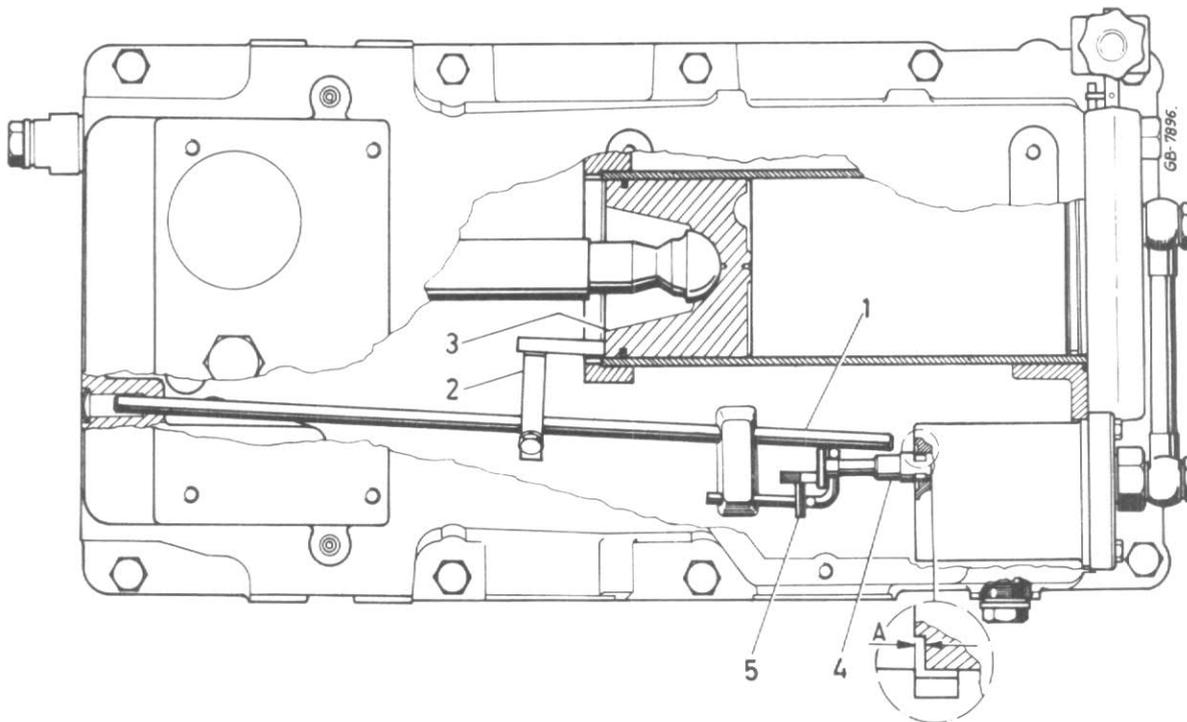
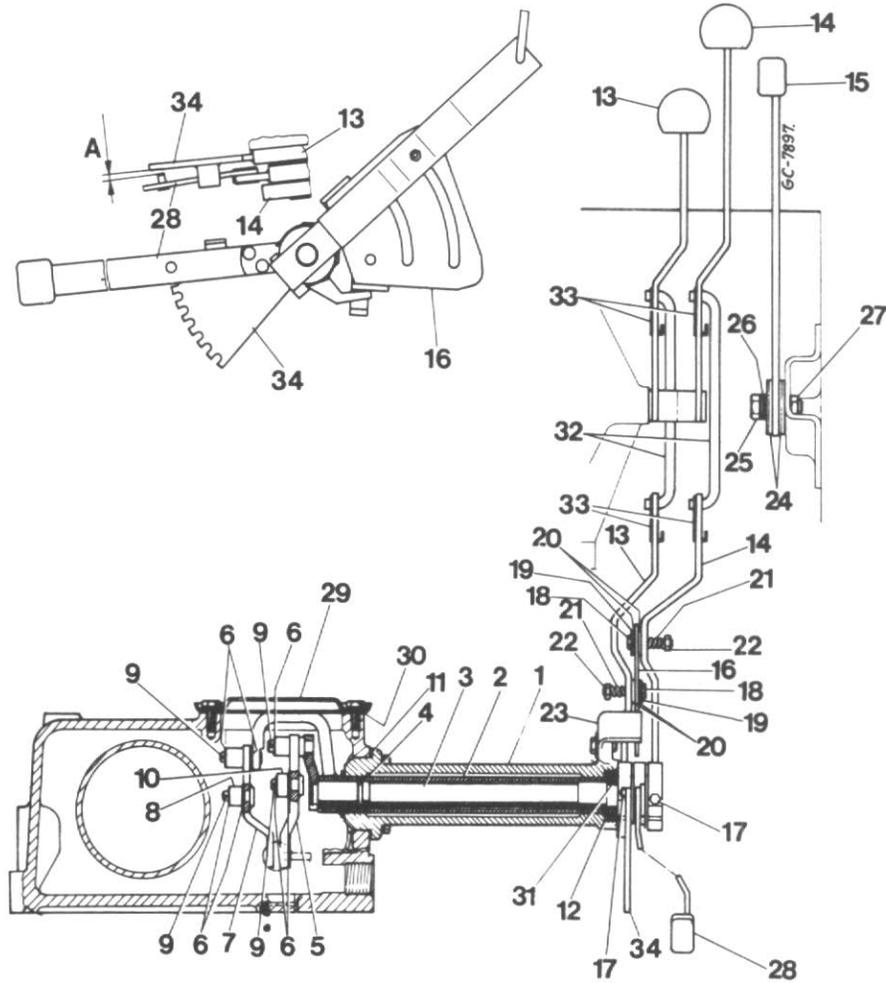
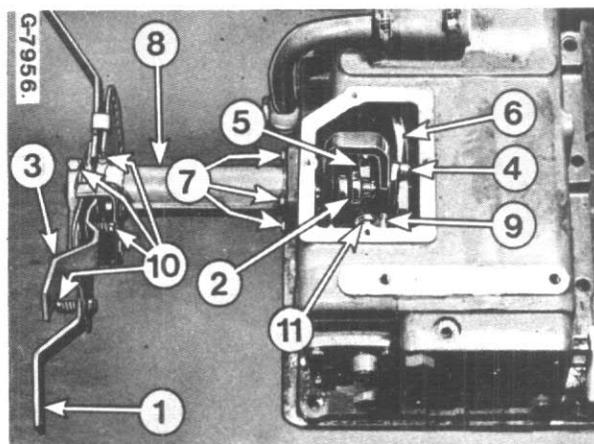

Fig. 55
Fig. 56
Fig. 58
Poussez le piston (3, Fig. 55) vers l'intérieur en position de relevage maximum.
Nettoyez le tube et l'arbre (2 et 3, Fig. 56) et installez-les dans le support de commande (1) en veillant à procéder comme suit :
Assurez-vous que toutes les rondelles plates (6, Fig. 56) soient en place. N'oubliez pas d'ouvrir complètement les goupilles fendues (9).
Assurez-vous que le poussoir du tiroir (11, Fig. 58) s'engage derrière la tringle de rappel d'asservissement (9).
Mettez des joints toriques neufs (4 et 31, Fig. 56) et un joint d'étanchéité neuf (12) chaque fois que vous remontez ces pièces.
Mettez en place les leviers de commande et le secteur comme indiqué figure 56.
1. Mettez le levier (1, Fig. 58) en position de relevage maximum (tout à fait en haut du secteur)
2. Abaissez complètement le levier de contrôle de position (3) en position de flottement.
3. Faites tourner l'arbre de contrôle de traction (3, Fig. 56) de manière à permettre au balancier de contrôle de traction (2, Fig. 58) d'enfoncer complètement le poussoir du tiroir du distributeur (11) pour le placer en position de levage "à plein débit".
4. Dans cette position, serrez la vis de blocage (17, Fig. 56) du levier de contrôle de traction (14).
2. Abaissez complètement les leviers de contrôle de traction et de position (1 et 3, Fig. 58).
3. Tournez le tube de contrôle de position (2, Fig. 56) de manière à ce que le balancier de contrôle de position (7) vienne juste au contact du poussoir du tiroir (1, Fig. 58) sans aucun jeu.
4. Dans cette position, serrez la vis de blocage (17, Fig. 56) du levier de contrôle de position (13).
Dans cette position, le bord du tiroir du distributeur doit dépasser de 2 mm l'alésage du corps du distributeur, voir également A, Fig. 55).
Assurez-vous que toutes les conditions spécifiées au paragraphe 3 soient réalisées. Maintenant, serrez le levier de contrôle de position (3, Fig. 58) légèrement au-dessus de la position la plus basse de manière à obtenir la distance (A, Fig. 55) de 2 mm.
7. Vérifiez de nouveau le réglage selon le paragraphe 5. Mettez en place les rondelles d'appui et les ressorts sur les axes des leviers (13 et 14, Fig. 56). Serrez les écrous (22) de telle façon qu'une résistance approximative de 2,5 à 3,5 daN, soit perçue sur la rotule à la manœuvre du levier.